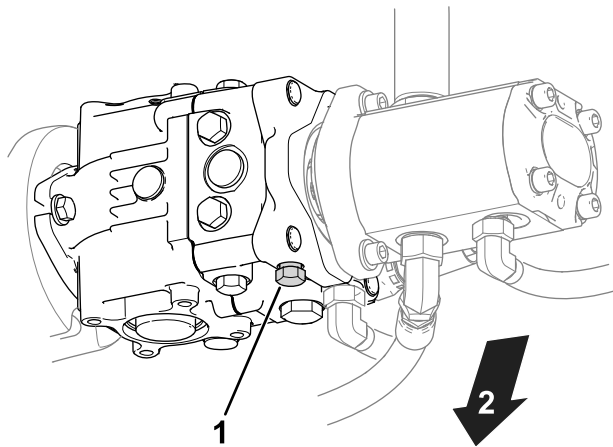

図 24
1. 油圧ポンプについているバイパスバルブを探し出す 図 24。